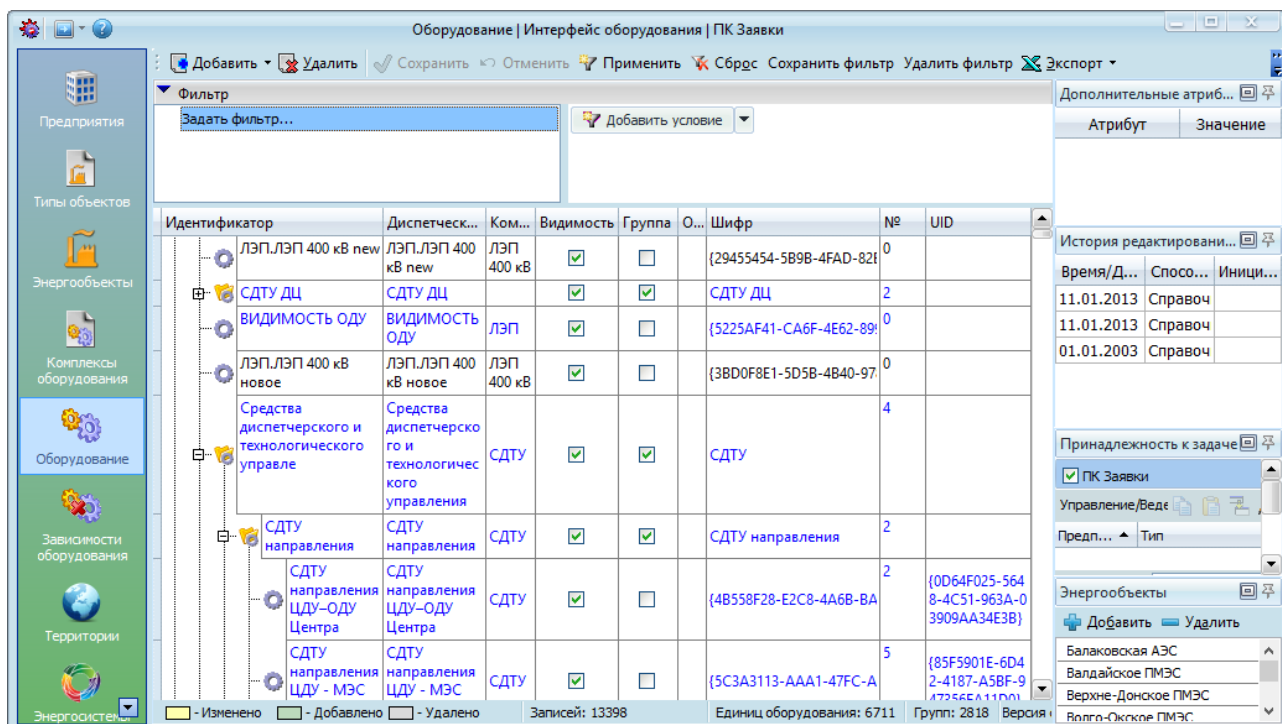

Рисунок 15.9 – Созданное и импортируемое оборудование
- Записи в справочнике различаются цветом (Рисунок 15.9):